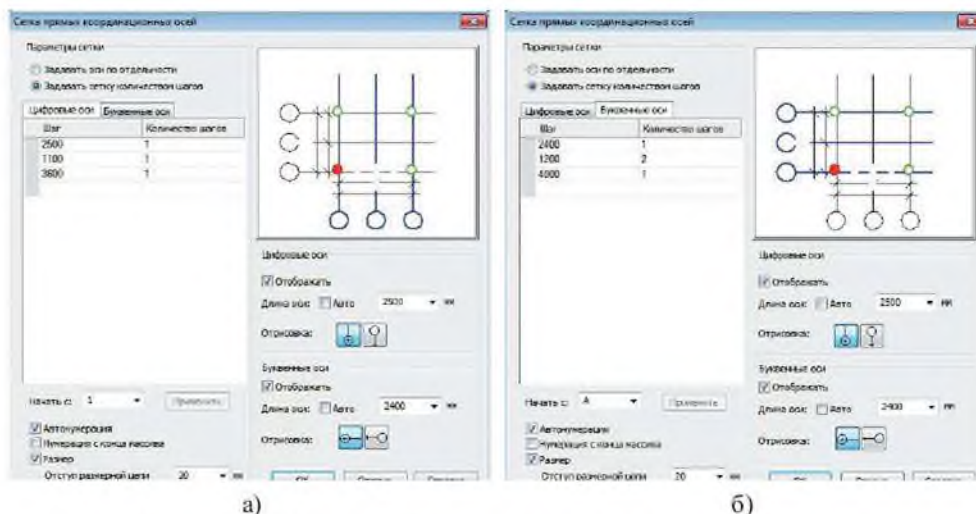
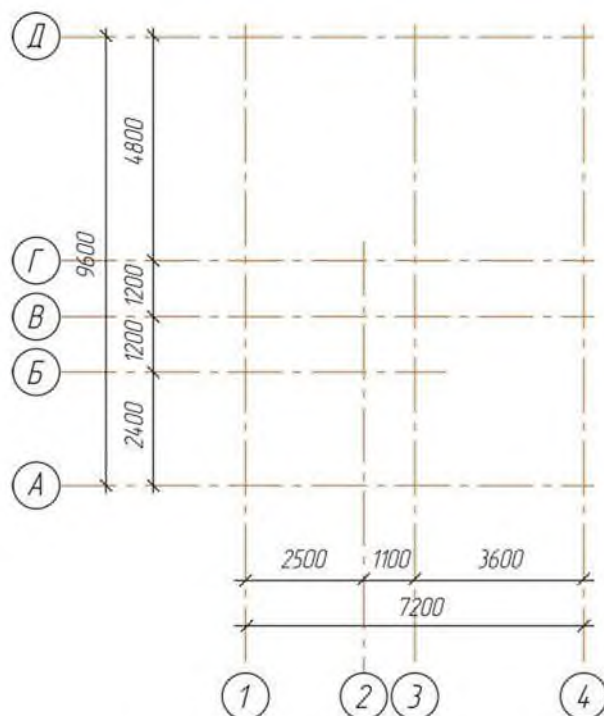

Рисунок 13.6 Задание параметров сетки координационных осей: цифровые оси (а), буквенные оси (б)
Рисунок 13.7 Координационные оси
2. Выберите команду *Сетка прямых координационных осей* , в открывшемся диалоговом окне задайте шаг и количество цифровых и буквенных осей (рисунок 13.6). Нажмите кнопку ОК. Вставьте сетку на лист (рисунок 13.7).